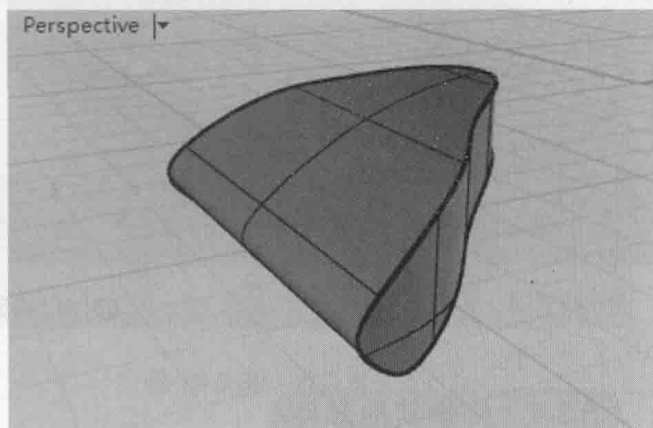

图 5-99 曲面相互修剪
(5) 利用【修剪】按钮在曲面之间进行修剪,效果如图 5-99 所示。将修剪后的曲面组合为一个对象。